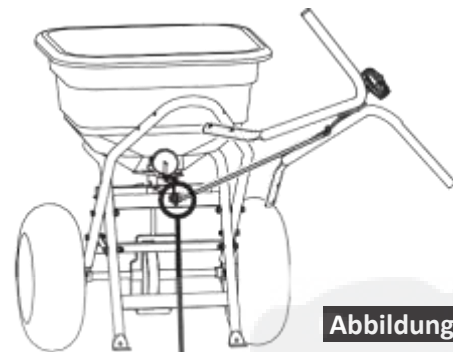

Abbildung 9
9. Drehen Sie die Handgriffkonstruktion zur Seite und befestigen Sie das Verbindungsstück im Dosiergasterhebel, wie in Abbildung 9 angezeigt.